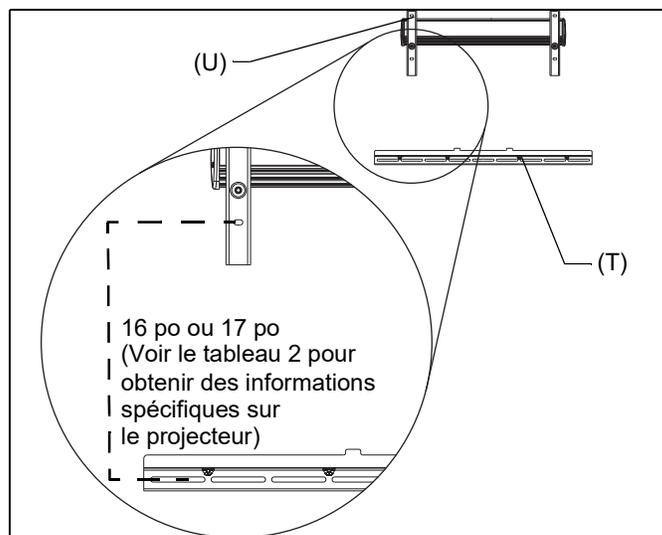

Figure 5
**IMPORTANT!** La distance entre les trous de montage inférieurs du support d'écran (T) et les trous de montage du support mural de projecteur (U) varie, si le projecteur est un modèle à lampe ou à laser. Voir le schéma de l'installation et (Voir figure 5)